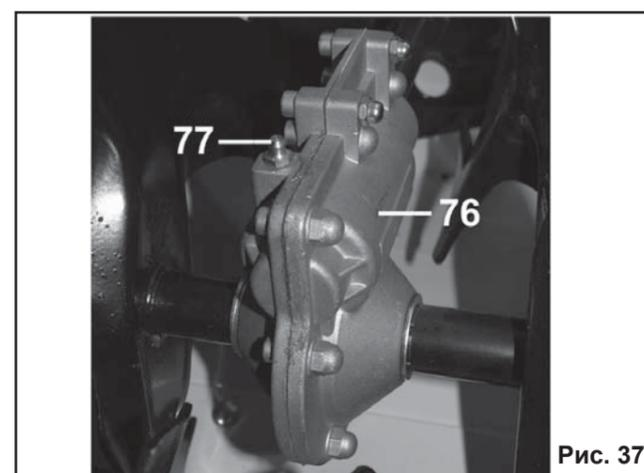

Рис. 37
9.14. Обслуживание редуктора шнека (Рис.37)